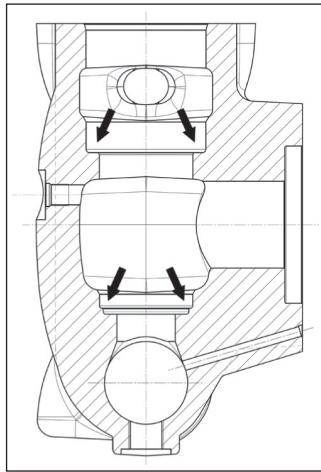

Fig. 98
Antes de reposicionar os grupos da válvula, limpe e enxugue perfeitamente as relativas ranhuras no cabeçote, indicadas pelas flechas (pos. ①, Fig. 98).